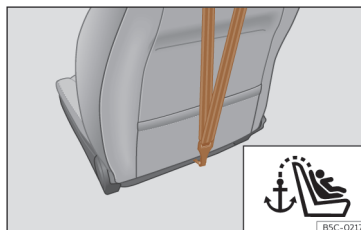
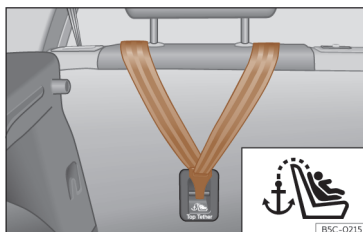

Abb. 41 Rückseite der Beifahrersitzlehne: Verankerung für den Top Tether Haltegurt (nicht in allen Märkten/Versionen erhältlich).
Abb. 40 Rückseite der Rücksitzbank: Verankerung für den Top Tether Haltegurt.
Kindersitze mit dem Top Tether-System sind mit einem Gurt für dessen Befestigung am Verankerungspunkt des Fahrzeugs ausgestattet. Dieser Verankerungspunkt befindet sich im hinteren Teil der Rückenlehne des Rücksitzes und des Beifahrersitzes¹⁾ (mit dem Symbol  gekennzeichnet) und bietet einen besseren Rückhalt >>> (Abb. 40), >>> (Abb. 41).
- Den Haltegurt verschieben und ordnungsgemäß an der Verankerung des hinteren Teils der Rücklehne befestigen >>> (Abb. 40), >>> (Abb. 41).